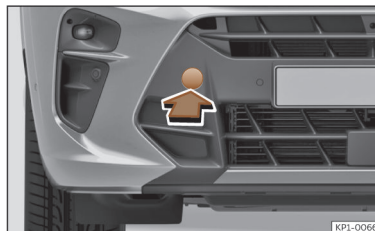

Fig. 211 No lado direito do para-choques dianteiro: retirar a tampa.
>>> **Fig. 211.**
- Retire a tampa fazendo pressão na zona inferior da mesma e deixe-a pendurada no veículo >>> Fig. 211.